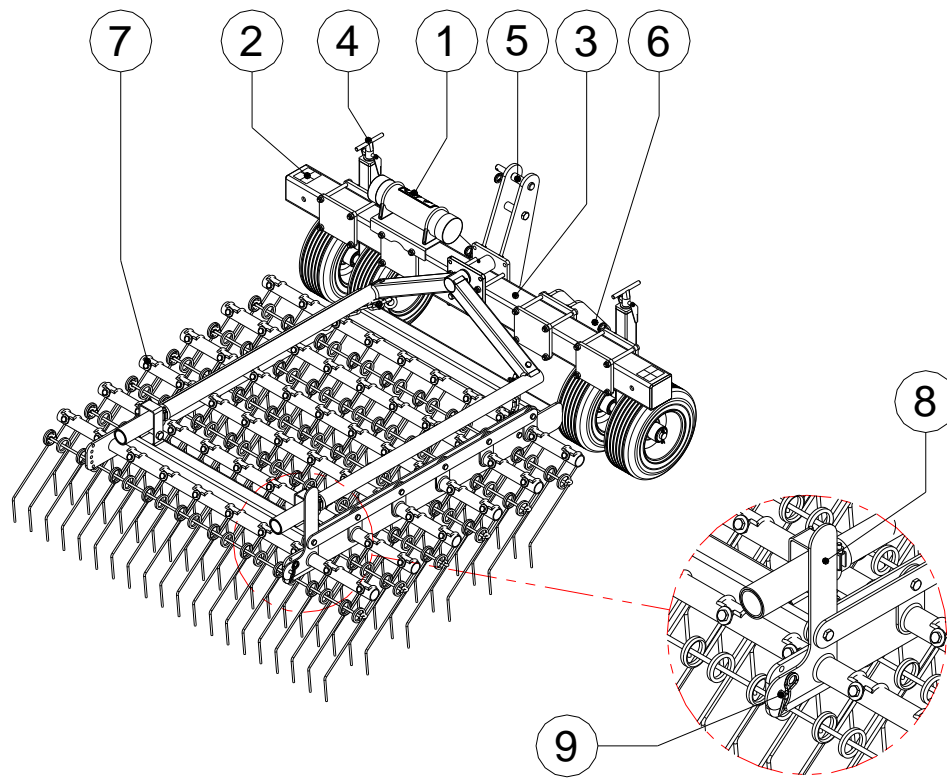

Fig. 7
1. Ajustando las ruedas girando las brocas 4 (Fig. 7) al lado delantero de la máquina. Ajuste ambos lados de la máquina a la misma altitud de modo que el campo es labrado lo más llanamente posible.